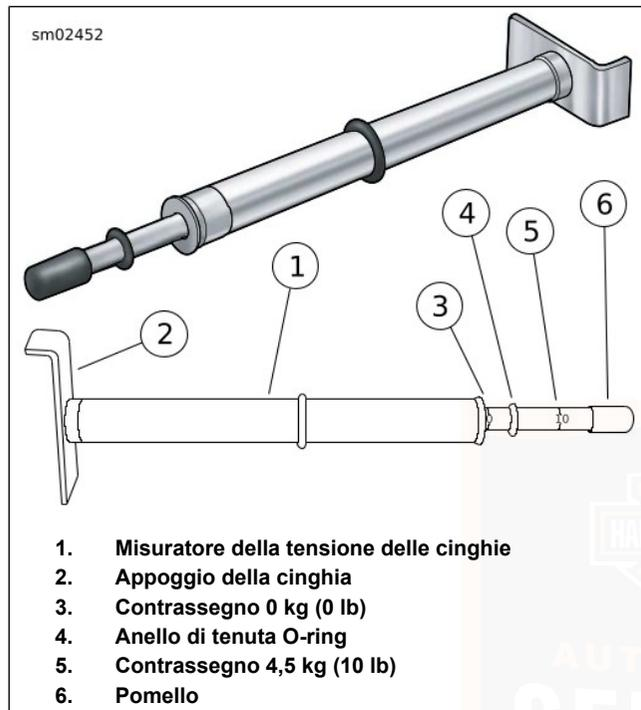

Figura 70. Misuratore della tensione delle cinghie
2. Vedere Figura 70. Procurarsi un MISURATORE DELLA TENSIONE DELLE CINGHIE (N. CODICE: HD-35381-A).